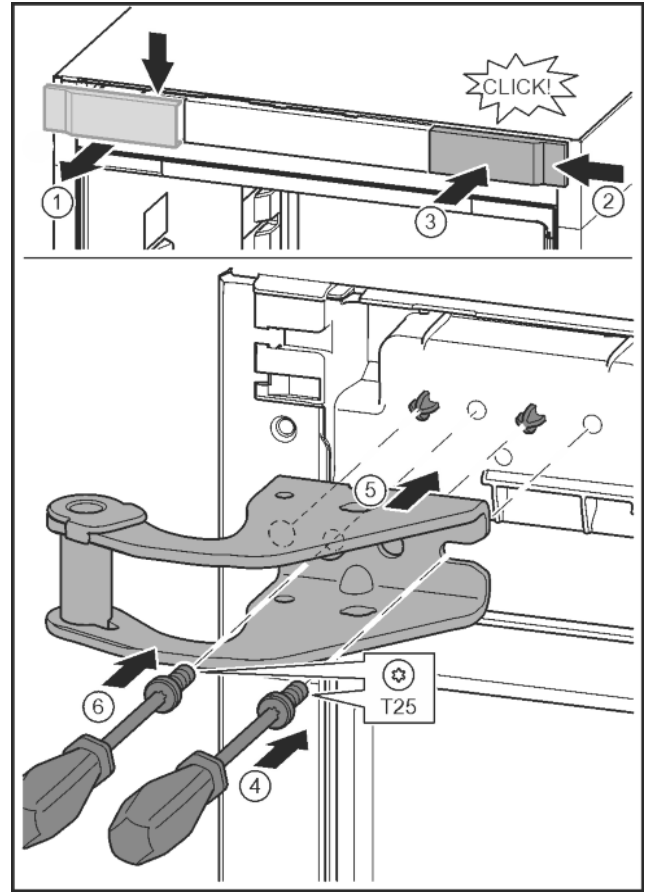

Fig. 11
- Kapağı bir tornavida yardımıyla söküp ve yandan çıkartın. Fig. 11 (1)
- Kapağı diğer tarafa sağdan 180° çevrilmiş olarak asın. Fig. 11 (2)
- Kapağı yerine oturtun. Fig. 11 (3)
- Vidayı T25 tornavidayla dayayın. Fig. 11 (4)
- Üst yatak mesnedini dayayın. Fig. 11 (5)
- Vidayı sıkın. Fig. 11 (4)
- Vidayı T25 tornavidayla yerleştirin ve sıkın. Fig. 11 (6)